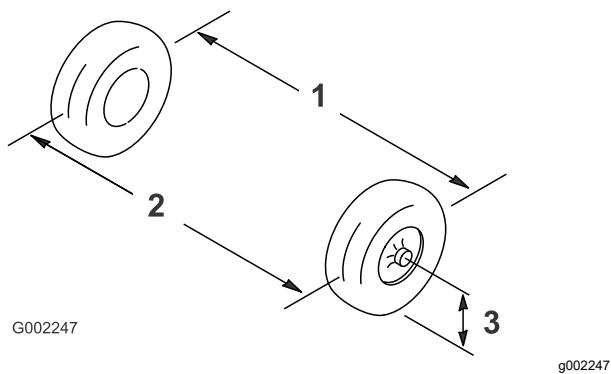

Figura 134
2. Mida la distancia entre los neumáticos delanteros a la altura del eje, en la parte delantera y trasera de los neumáticos delanteros (Figura 134).